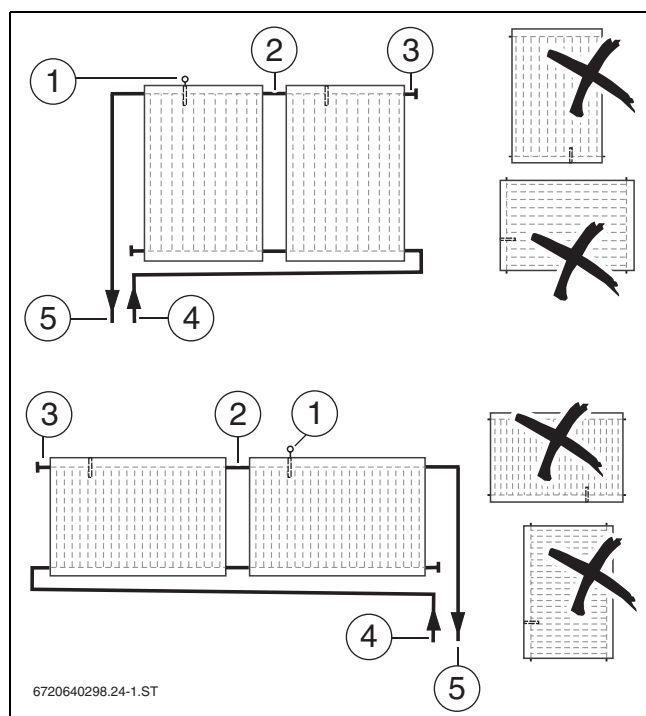

Fig. 14 Disposizione verticale (in alto) e orizzontale (in basso) dei collettori
- Collegare in modo alternato il campo collettori (→ fig. 14).
- Per il montaggio del collettore fare attenzione che il pozzetto ad immersione per la sonda del collettore sia in alto (→ fig. 14 [1]).
- Progettare la posa del cavo della sonda del collettore in modo tale che la sonda del collettore (→ fig. 14 [1]) possa essere montata nel collettore in cui è stata collegata la mandata [5].